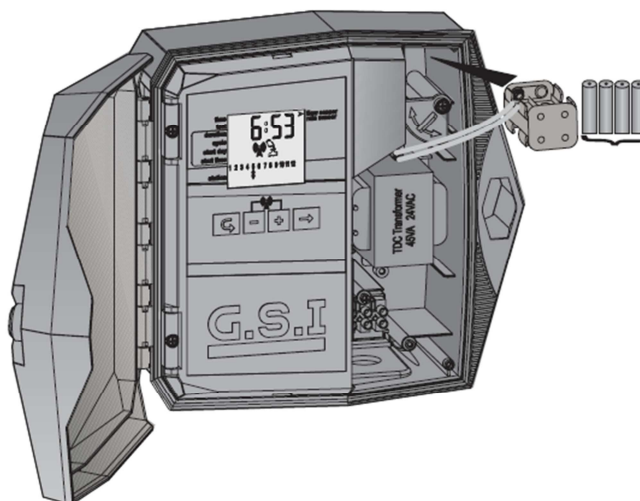

Рисунок 8: Батарейный отсек удален
1. Поверните защелку отсека на 90 градусов и вытащите батарейный отсек (рис.8).